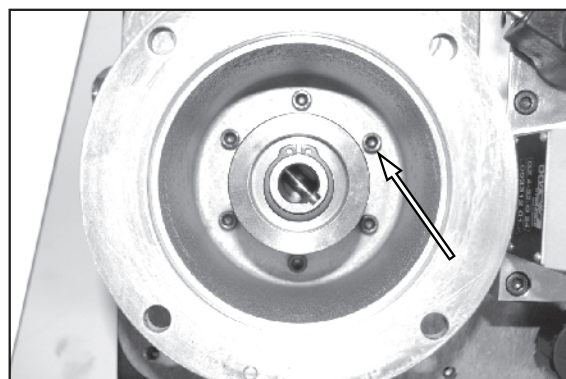

Рис. 31.
- См. рис. 31. Извлеките 6 шт. крепежных болтов двигателя и снимите основание.